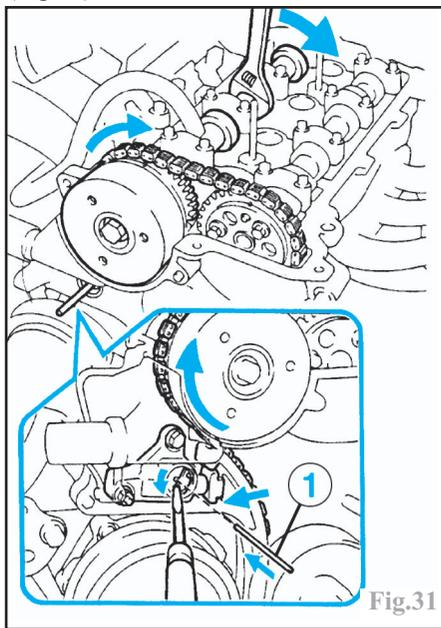

Fig.31
Repousser le tendeur et, par l'orifice, enfoncer la pige (1) (diamètre 2 à 3 mm) afin d'immobiliser la plaque de butée (Fig.31).